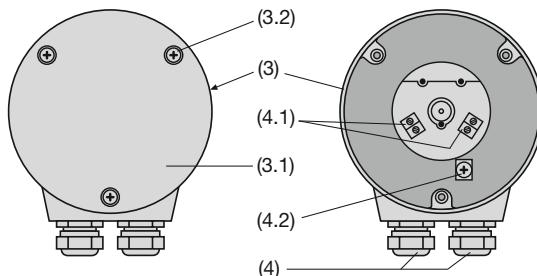

Bild 6. Rückenteil (3) mit Klemmen (4.1) sowie (4.2) und Stopfbuchsen (4).
Bei den Varianten mit direkt am Messumformer angebrachten **Schraubklemmen** und **Stopfbuchsen** befinden sich 4 Schraubklemmen (4.1) und 1 Erdungsklemme (4.2) – wie Bild 6 zeigt – im Rückenteil (3). Die Schraubklemmen eignen sich für max. 1,5 mm² Drahtquerschnitte und sind nach Abnehmen des Deckels (3.1) zugänglich.
- ... mit **Schraubklemmen** und **Stopfbuchsen** die 3 Schrauben (3.2) heraus schrauben, und den Deckel (3.1) abnehmen (Bild 6, links).
- ... mit **Schraubklemmen** und **Stopfbuchsen** die 3 Schrauben (3.2) herausschrauben, und den Deckel (3.1) abnehmen (Bild 6, links).